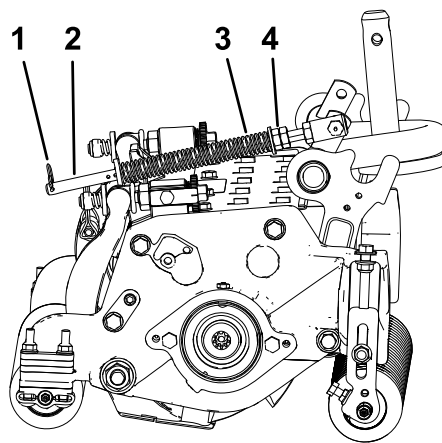

図 14
1. スプリングロッドの後穴にヘアピンコッターを忘れずに取り付けてください（図 14）。
2. スプリングロッド前部の六角ナットを締めて、スプリング圧縮状態の長さが 15.9 cm になるようにする（図 14）。